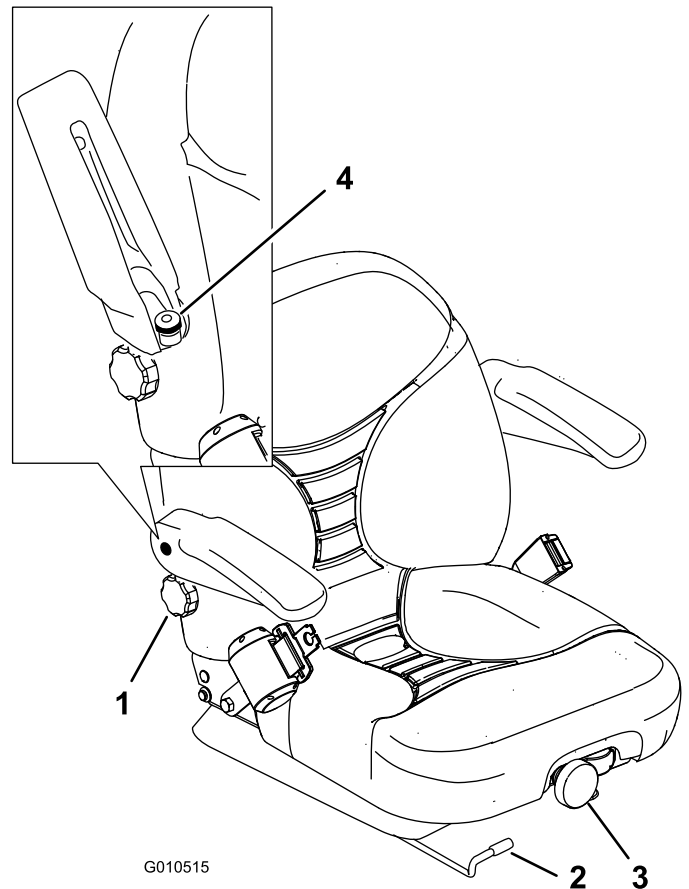

Figura 36
1. Mueva la palanca lateralmente para desbloquear el asiento (Figura 36).
Para ajustarlo, gire el pomo situado en la parte delantera en cualquier sentido hasta encontrar la posición más cómoda (Figura 36).
Para ajustarlos, levante los reposabrazos y gire el pomo en cualquier sentido hasta encontrar la posición más cómoda (Figura 36).
Para ajustarlo, gire el pomo situado debajo del reposabrazos derecho en cualquier sentido hasta encontrar la posición más cómoda (Figura 36).